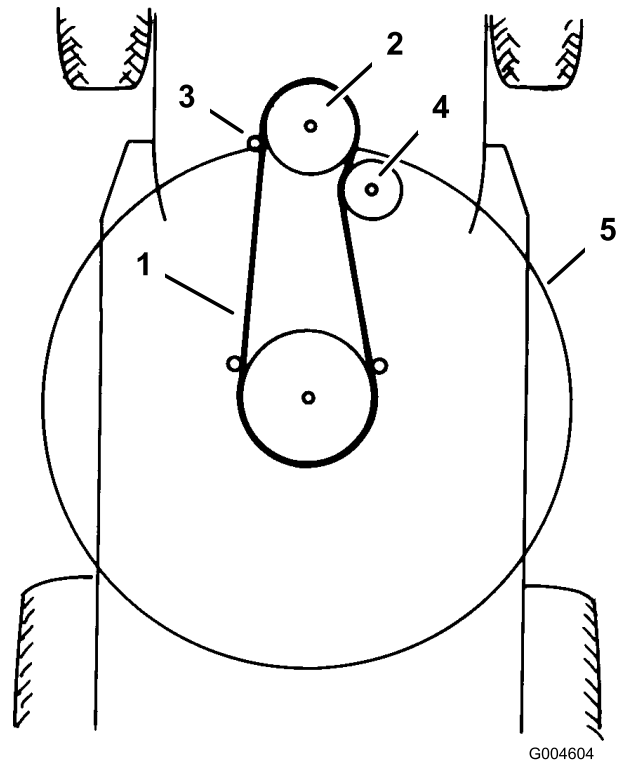

Figura 40
18. Retire la correa del cortacésped de la polea inferior del motor (Figura 40).
10. Instale la correa del cortacésped en la polea inferior del motor (Figura 40).